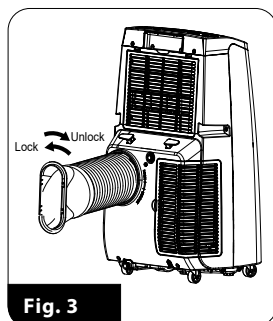

Fig. 3
4. Sett monteringsringen (17) inn i luftuttaket (11) og vri ringen forsiktig mot klokken (fig. 3)